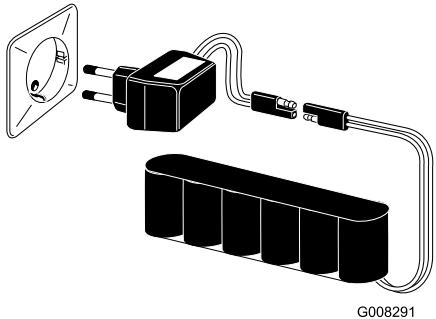

Figura 27
- Conecte el cargador a la batería (Figura 27).
- Conecte el cargador a una toma de corriente y cargue la batería durante **24 horas** (Figura 27).